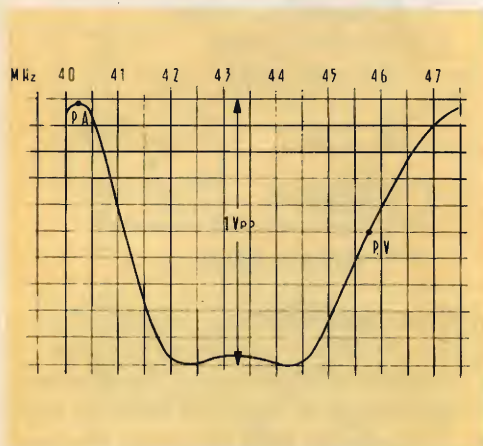

Fig. 7 - Curva di risposta della media frequenza.
- 1) **Uscita sintonizzatore** - Trasformatore L_1 (41,25 MHz); avvitando il nucleo si varierà l'inclinazione del fianco sinistro della curva di fig. 7 nel senso di allargare la banda della frequenza passante.
- Queste operazioni, ripetute più volte, dovrebbero portare ad osservare sull'oscilloscopio una curva di media frequenza molto simile a quella di fig. 7.*